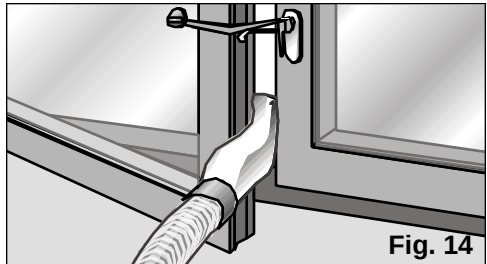

Fig. 14
- ❑ Før utluftingsslangen for varmluft ut i friluft. For å unngå overdreven støy og nedsatt yteevne er det nødvendig å plassere utluftingsslangen som vist på **Fig. 14**. Se avsnittet "Muligheter for luftutslipp i friluft".
- ☐ Lukk vinduet inntil så godt som mulig og gjør det fast med sugekoppfestet, som følger med, **Fig. 14**.